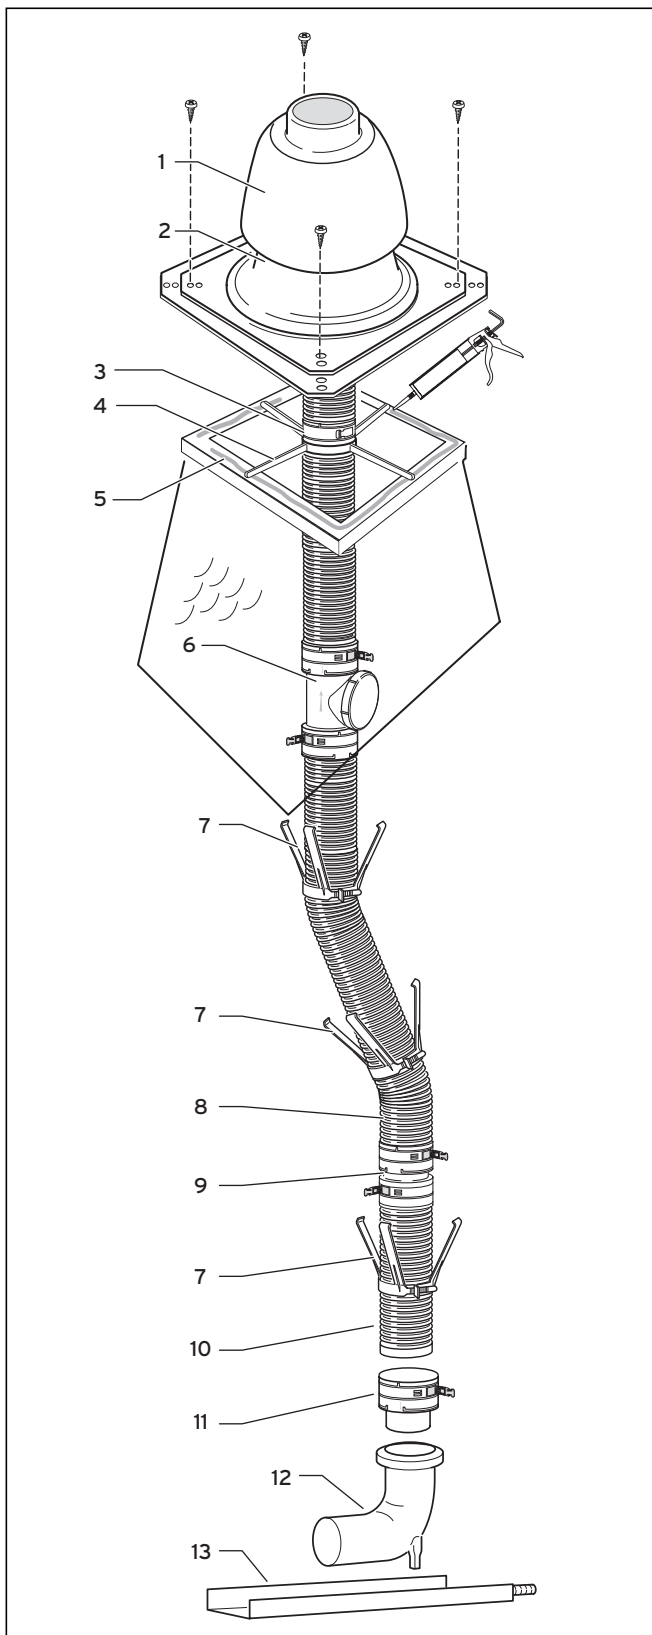

Bild 5.46 Systemkonstruktion, flexibelt rökgasrör
- Skjut in rökgasrörets nedre ände (10) så långt det går i skarvstycket (11) och fäst det med klicklås.
- Montera avståndshållarna (7 se bild 5.46) på rökgasröret med högst 2 meters avstånd från varandra.
- Sätt monteringsfästet (4) över rökgasröret (8) på skorstenkanten, se bild 5.46.
5.10.3 Montage av skorstenshuv av plast (PP)
- Skjut på kopplingsringen (3) på rökgasröret (8) och fixera den på monteringsfästet (4) med klicklåsen. rökgaskanalen hänger nu i monteringsfästet.
- Täta skorstenens kant/myrning (5) med silikon.
- Fäst skorstenshuvens fot (2, bild 5.46) på skorstenkanten med fyra skruvar.